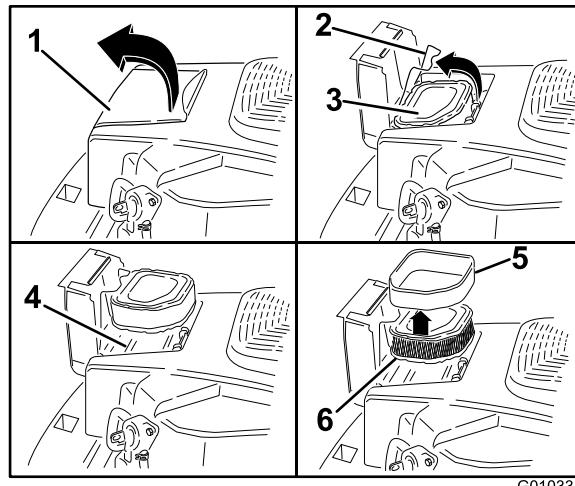

Figura 38
1. Abra la tapa del limpiador de aire de la carcasa del soplador para tener acceso al elemento del limpiador de aire (Figura 38).
2. Desenganche el cierre y retire el limpiador de aire (Figura 38).